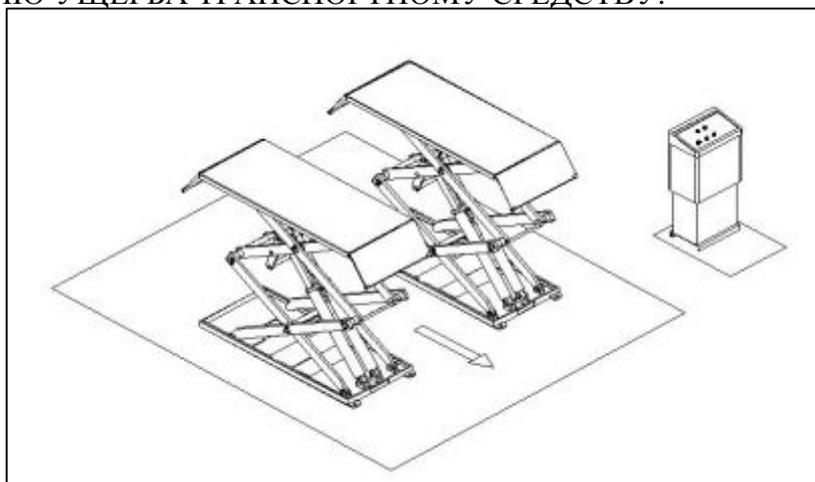

Рис. 6
- не входить в опасную зону при подъеме и опускании автомобиля (Рис. 6).
Во время операций подъема и спуска запрещается находиться ниже подвижных частей оборудования, люди при этом должны располагаться в безопасной зоне (Рис. 6)